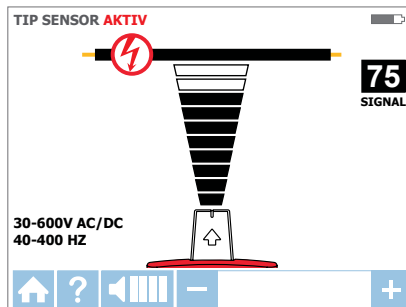

Abbildung 3.1g: Empfängerbildschirm zeigt im spannungsführenden Modus SPITZENSSENSOR ein erkanntes Signal
4. Tasten Sie den Zielbereich mit dem Spitzensensor ab, bis Sie den höchsten Signalpegel finden (Abbildung 3.1g). Regeln Sie die Empfindlichkeit im Laufe der Suche gelegentlich so nach, dass die Signalstärke etwa bei 75 verbleibt. Zur Empfindlichkeitsseinstellung nutzen Sie die Tasten + und -. Falls das Signal zu stark für eine präzise Lokalisierung sein sollte, schalten Sie den Sender auf den Signalmodus LOW um.